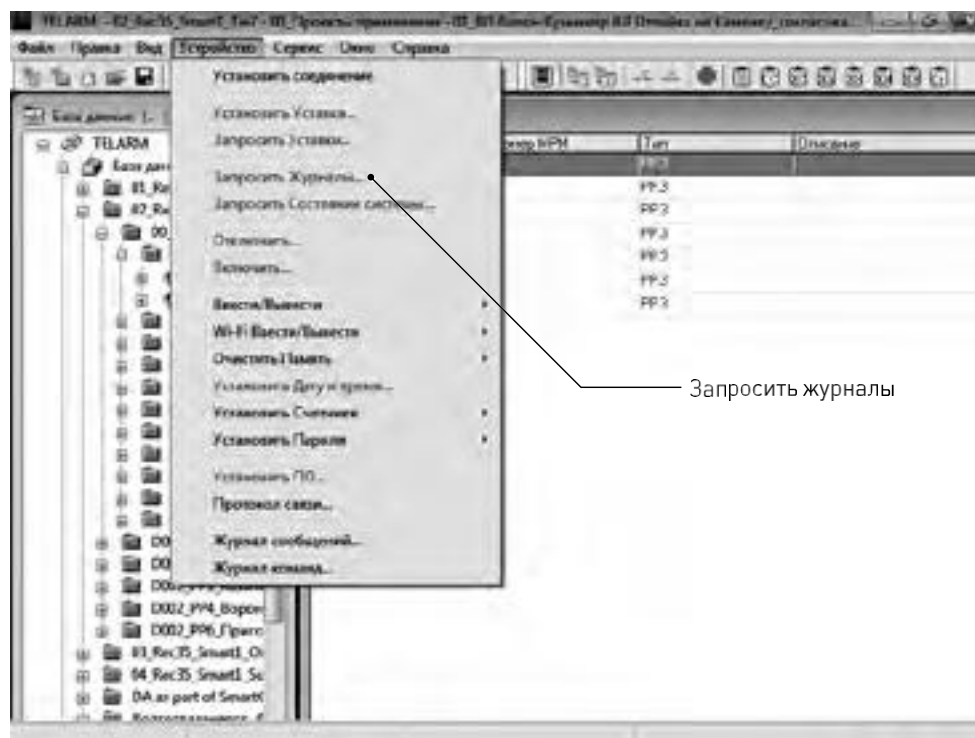

Рис. 4.36. Запрос журналов из реклоузера
2. Выполнить команду «Устройство/Запросить журналы» (см. Рис. 4.36).